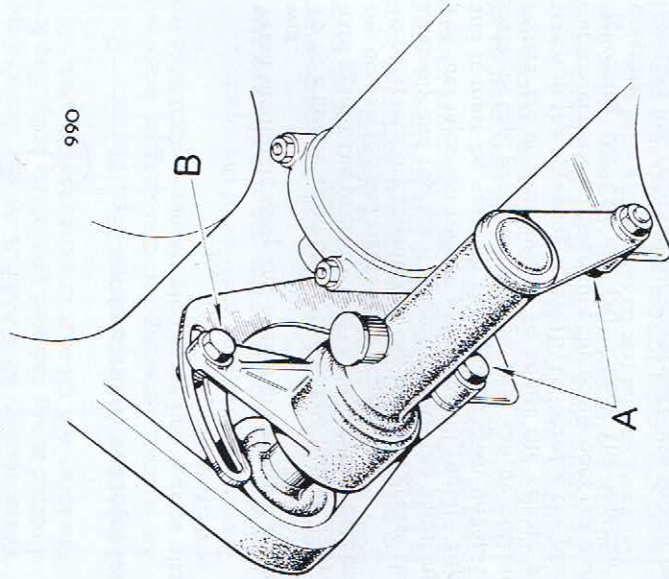

Fig. 19
65. To adjust fan belt (Fig. 19)